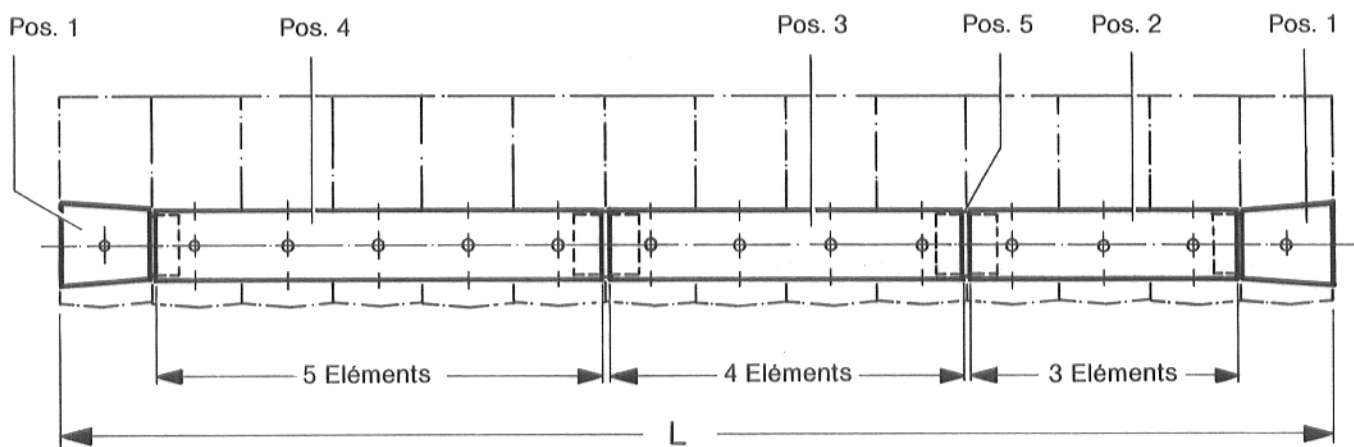

Fig. 13 Pos. 1 Partie d'extrémité
Les conduites de départ/retour de chauffage doivent toujours être montés du même côté (Fig. 13).
La conduite d'alimentation se compose de 2 parties d'extrémité (1), d'une ou plusieurs parties intermédiaires (2, 3, 4) ainsi que des raccords (5) suivant le modèle de la chaudière (voir Fig. 13 et tableau).